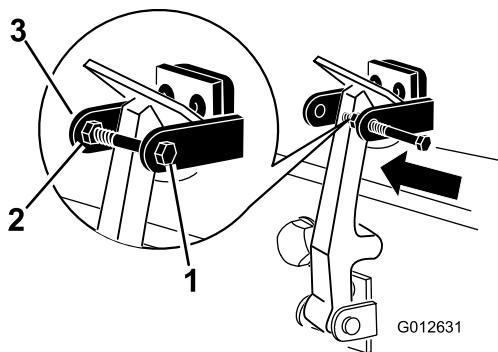

Figura 6
8. Montate il bullone nell'altro braccio della staffa del fermo del cofano per bloccare il fermo in posizione (Figura 6). Serrate il bullone ma non serrate il dado.